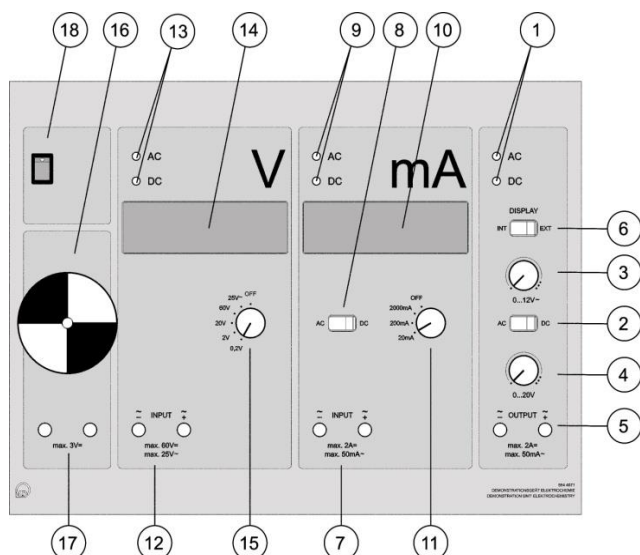

Abb. 2: Skizze des Demonstrationsgerätes.
Den Versuch wie in Abbildung 1 gezeigt aufbauen. Das Doppel-U-Rohr mit Hilfe der zwei Federstecker vorne am Tisch befestigen. Die beiden Platinblattelektroden in jeweils einen der Schenkel befestigen. Die Elektroden mit Hilfe der Experimentierkabel an den Ausgangsbuchsen (5) des Demonstrationsgeräts befestigen (siehe Abbildung 2 und 3).